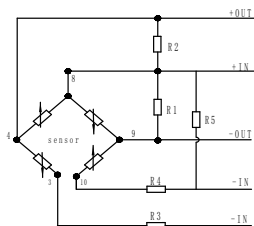

图 2
1) 型式 I 传感器（电流供电）的电路图见图 2，电缆导线电气定义见下：